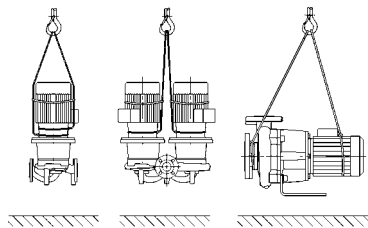

рис. 4: Строповка насоса
- Проушины для транспортировки на моторе служат при этом только для задания направления при захвате груза (рис. 4).